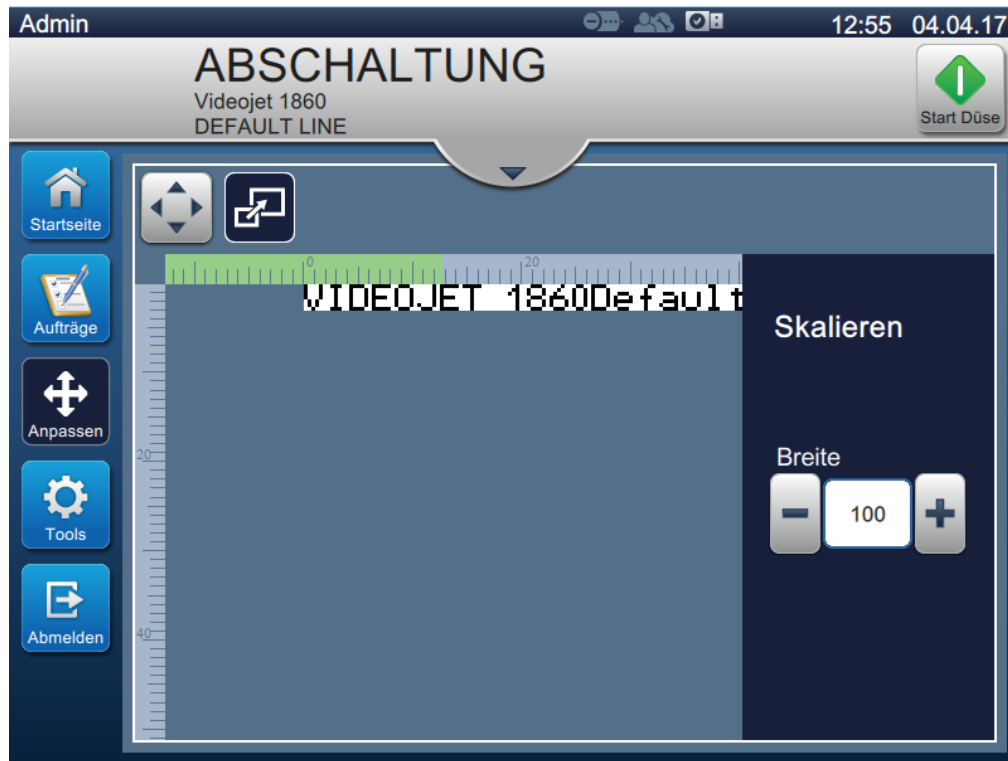

Abbildung 4-10: Waage justieren
1. Berühren Sie die  Schaltfläche und die aktuelle Maßstabaufteilung erscheint wie dargestellt in Abbildung 4-10.